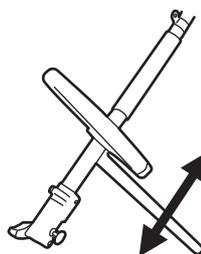

Fig. 1b
- Desserrer les deux vis de la poignée auxiliaire (A15) et insérer la vis du protège-pied dans l'un des trois trous de l'arbre. (voir Fig. 1b).